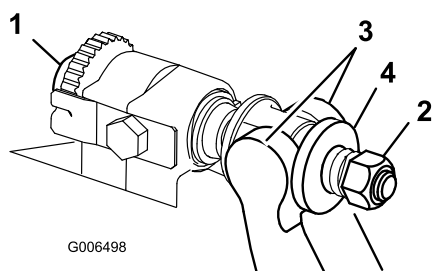

Figura 25
- Rode os parafusos de ajuste da barra de apoio no sentido contrário ao dos ponteiros do relógio, para afastar a lâmina de corte do cilindro (Figura 25).
- Faça recuar a porca da mola tensora até que a anilha deixe de estar sob tensão contra a barra de apoio (Figura 25).